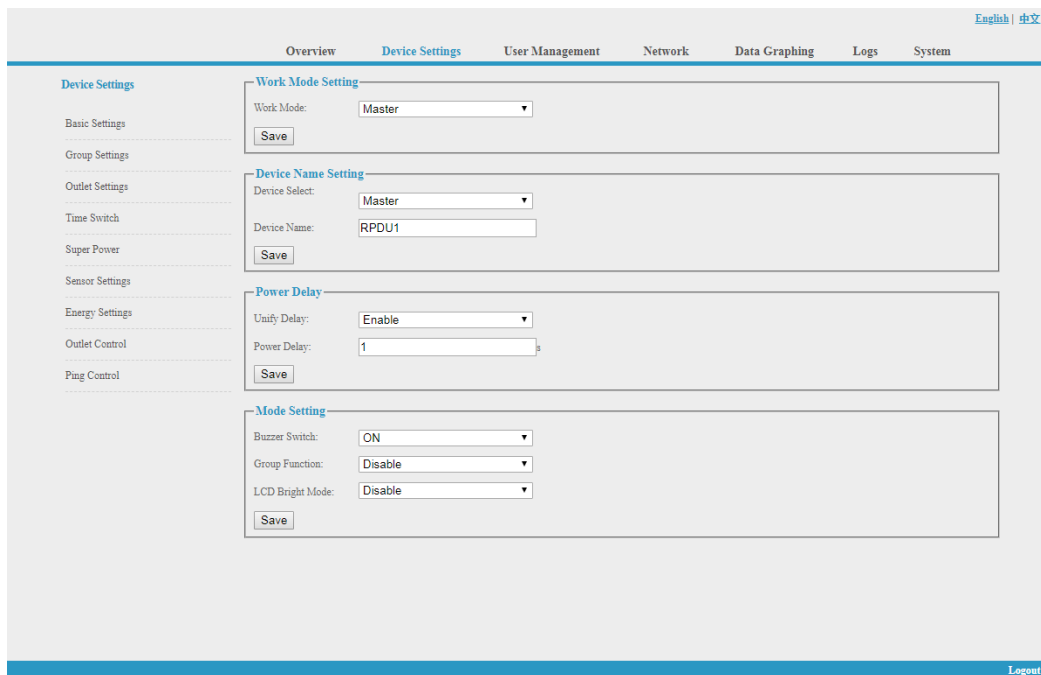

Abbildung 1-3
**Klicken Sie im Menü auf Geräteverwaltung, um die Grundkonfiguration des Geräts vorzunehmen, wie in Abbildung 1-3 dargestellt**